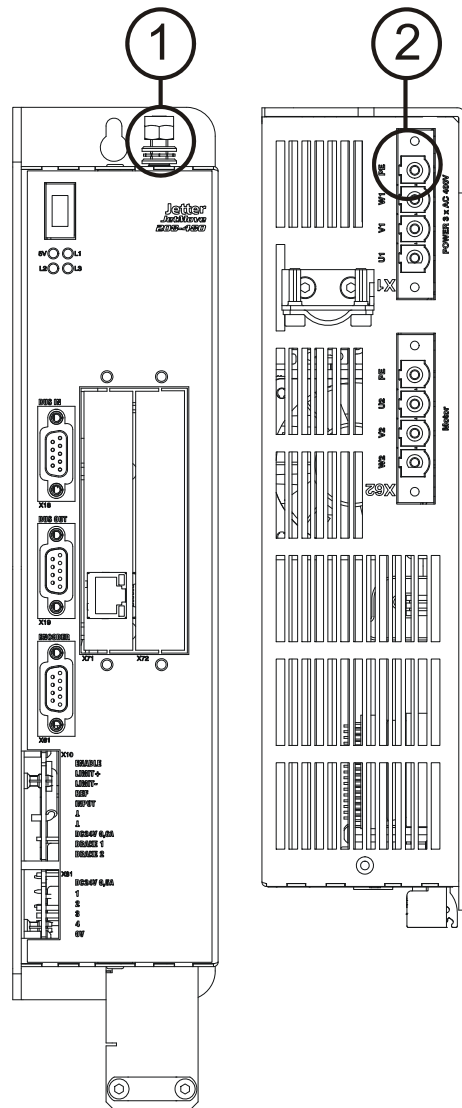

Abb. 1: Doppelte Erdung
- Es ist der Schutzleiter am Bolzen der Gehäuseoberseite (GND) (1) und an der PE-Anschlussklemme X1 (GND) (2) anzuschließen, vgl. hierzu Abb. 1).
- Den Erdanschluss an das Gehäuse anschließen. Dazu siehe Abb. 1 auf Seite 16.